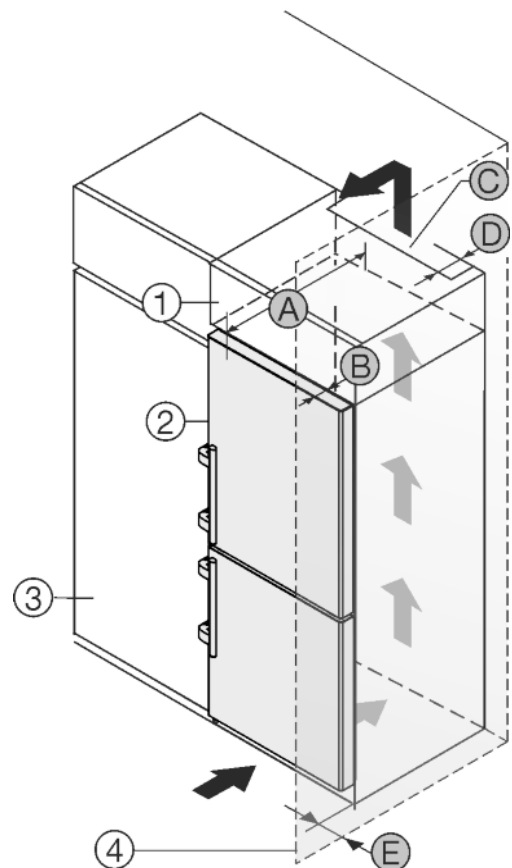

Fig. 26
Пристрій можна комбінувати з кухонними шафами. Для того, щоб пристрій *Fig. 26 (2)* вирівняти по висоті кухонної секції, на пристрій можна встановити антресольну секцію *Fig. 26 (1)*.
Пристрій можна встановлювати безпосередньо поряд з кухонною шафою *Fig. 26 (3)*. Для повного відкриття дверей пристрій повинен виступати на глибину *Fig. 26 (B)* відносно передньої панелі кухонної шафи. Залежно від глибини кухонних шаф та використання пристінних розпірок пристрій можна встановити так, щоб він виступав вперед.
- Задня сторона антресольної шафи повинна мати вентиляційний канал глибиною *Fig. 26 (D)* вздовж всієї ширини шафи.
- Під стелею приміщення слід дотримуватись поперечного перерізу вентиляційного відведення повітря *Fig. 26 (C)*.
Якщо пристрій з шарнірами встановлюється поряд зі стінкою *Fig. 26 (4)*, то між пристроєм та стінкою слід додержуватись відстані *Fig. 26 (E)*. Це відповідає виступу ручки при відкритих дверцятах.